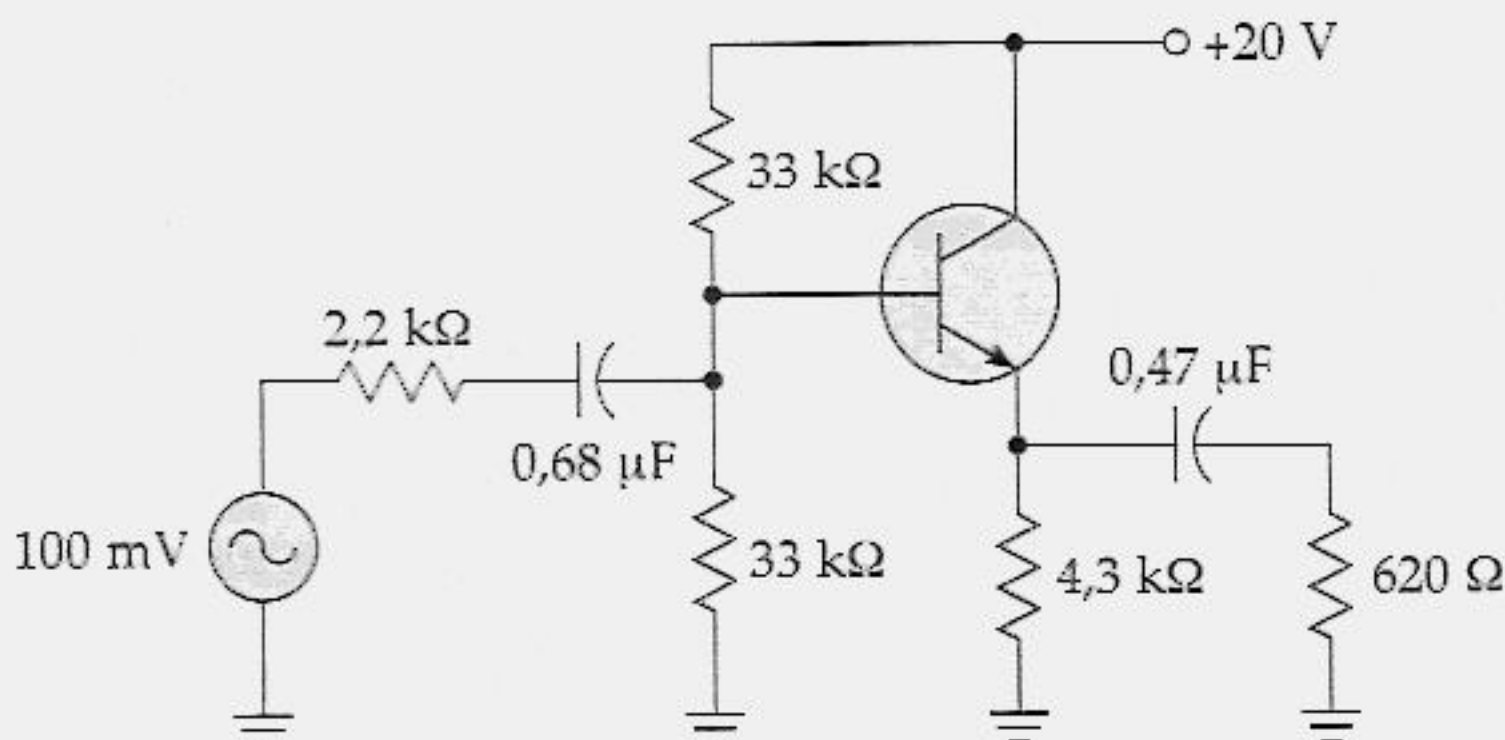

Figura 16.37
- 16.5 Se $\beta = 100$ na Figura 16.37, qual a frequência crítica do circuito de acoplamento de entrada?
- 16.6 Qual a frequência crítica do circuito de acoplamento de entrada na Figura 16.37 se $\beta = 300$? E se $\beta = 50$?
- 16.8 Calcule a frequência crítica do circuito de acoplamento de saída para $\beta = 100$ na Figura 16.37?
- 16.13 Na Figura 16.37, todos os capacitores são aumentados de um fator de 10. Qual a menor frequência da banda média do amplificador para $\beta = 200$?